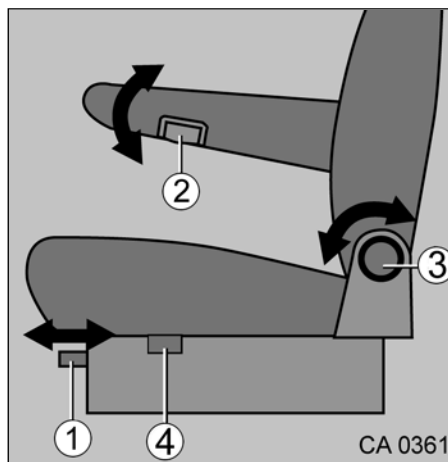
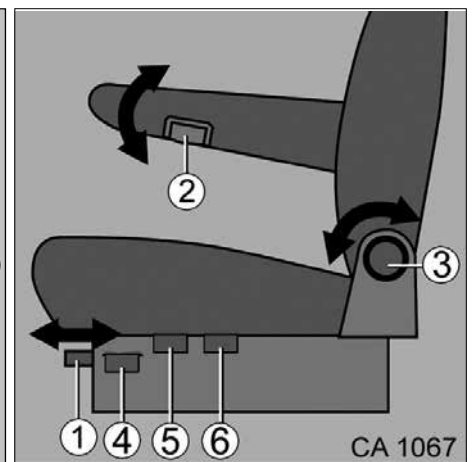

Fig. 15 Réglage du siège standard
Fig. 16 Siège avec réglage en hauteur
3. Pousser le levier (Fig. 15 et Fig. 16, pos. 4) vers le haut.
1. Tourner la molette (Fig. 15 et Fig. 16, pos. 2) dans le sens anti-horaire.